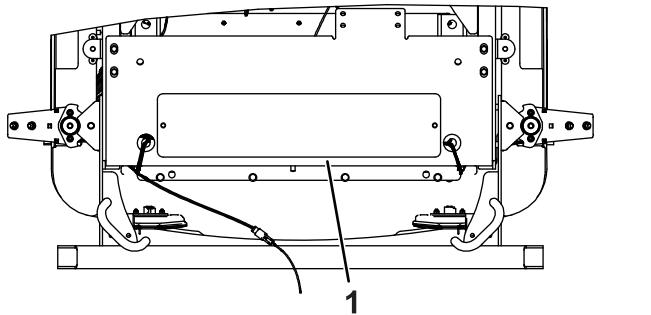

Figure 8
- Déposez le couvercle sous le pare-chocs arrière (Figure 8).